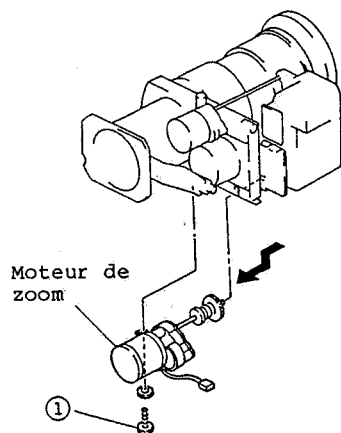

Fig. 2-104
1. Retirer une (1) vis de fixation immobilisant le moteur d'objectif zoom. (Se reporter à la figure 2-104)